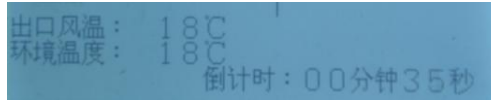

图 23 变频电源装置倒计时显示
7.4.3 试验过程中，需要计时。按动控制箱面板上的“计时启动”。在屏幕的最下角显示倒计时的时间见图 23；当计时秒表达达到和超过【时间设定值】时系统自动报警。